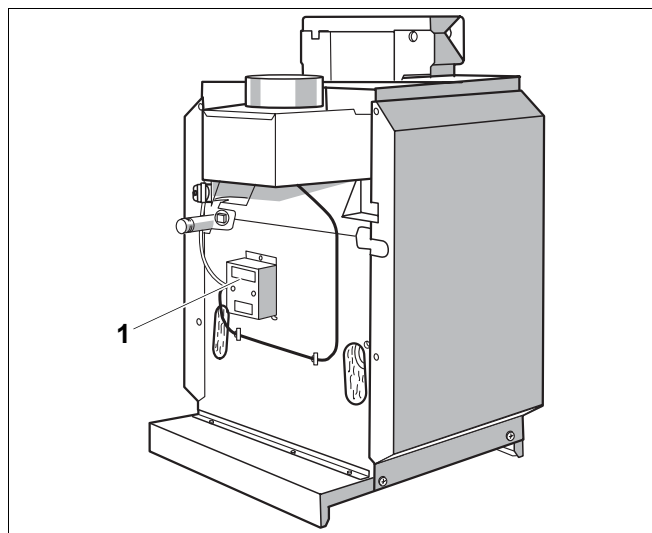

Рис. 21 Расположение блока управления на Logano G334 WS
- Закрепите двумя прилагаемыми винтами блок управления (рис. 21, поз. 1) системы контроля дымовых газов.